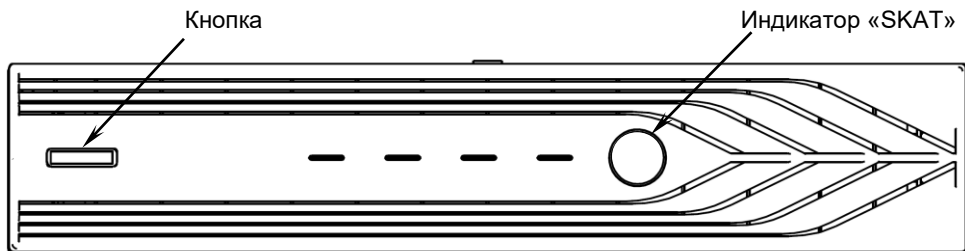
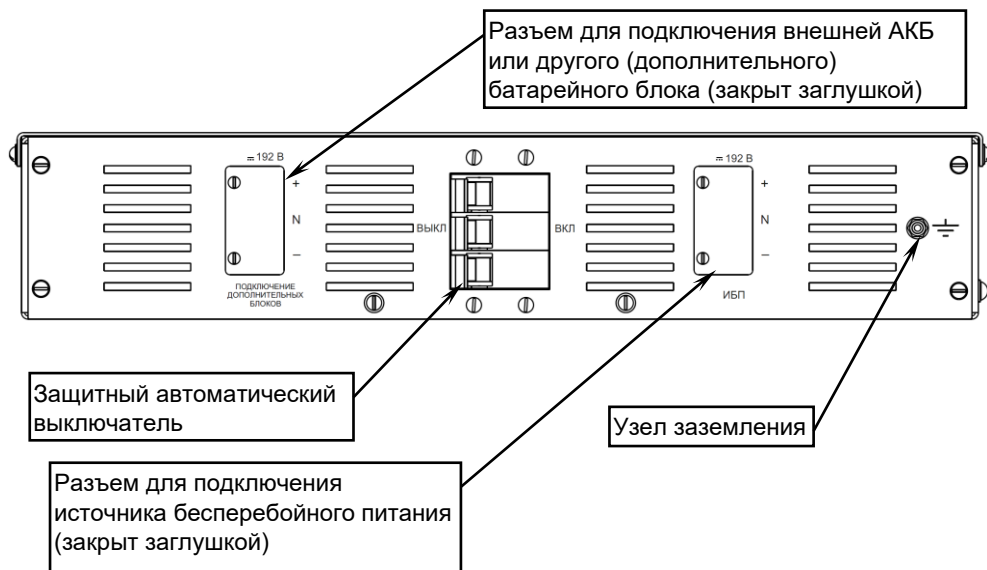

Рисунок 1 – Общий вид передней панели изделия.
Рисунок 2 – Общий вид задней панели изделия
**Изделие выполнено** в металлическом корпусе с перфорированной пластиковой передней панелью, на которой расположены кнопка и светодиодный индикатор (рисунок 1).
Для проверки АКБ следует нажать на кнопку и контролировать свечение светодиодного индикатора (см. рисунок 1).
Соедините винт заземления изделия (см. рисунок 2) с контуром заземления телекоммуникационного шкафа перемычкой заземления (перемычка в комплект поставки не входит). Снимите защитные заглушки с разъемов на задней панели (см. рисунок 2).
Перед проведением монтажа изделия нажмите кнопку на передней панели изделия, убедитесь в свечении светодиодного индикатора (см. рисунок 1).
Переключите защитный автоматический выключатель изделия во включенное положение. Убедитесь в свечении светодиодного индикатора «SKAT» (см. рисунок 1 и рисунок 2).
Если изделие не используется в течение длительного времени, защитный автоматический выключатель (см. рисунок 2) следует отключить. Кроме того, изделие необходимо подключать к ИБП, подключенному к питающей сети каждые 4–6 месяцев (в странах с жарким климатом – каждые 2 месяца) и не менее, чем на 12 часов.